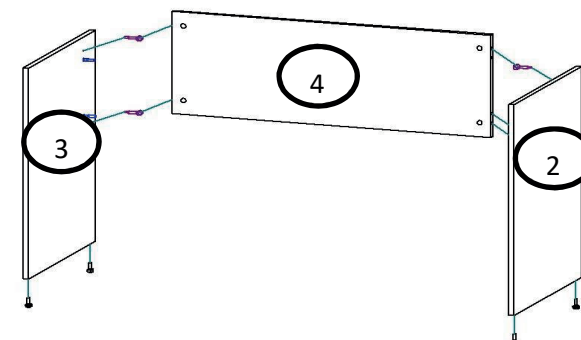

Рисунок.2
1. В Опоры ПР (2) и ЛВ (3) вбейте втулку регулируемых опор(Г),вкрутите опоры во втулку(Д).
2. Вкрутите штоки(Б) экстрактовых стяжек в глухие отверстия диаметром 5мм Опоры ПР (2) и ЛВ (3), Столешница (1).
3. Вставьте шканты(А) в оплать в отверстия 8мм Опоры ПР(2), Опоры ЛВ (3) и Столешница (1).
4. Вставьте эсцентрики (В) в глухие отверстия диаметром 15 мм в Опоры ПР (2) и Опоры ЛВ (3) и Царгу (4).
5. Соедините между собой Опоры ПР (2) и Опоры ЛВ (3) и Царгу(4). (Рис.2)
7. Полученный модуль (Опоры ПР (2), Опоры ЛВ (3) , Царга (4) соединити со Столешницей(1), так чтобы чтобы штоки эксцентрика попали в ответные отиверстия в Опоры ПР (2), Опоры ЛВ (3). (Рис3)